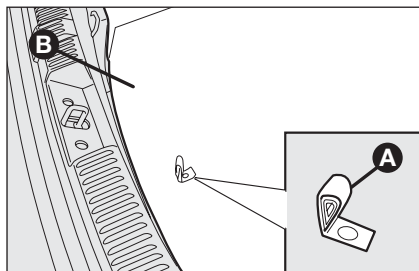

fig. 2
- engager la première vitesse ou la marche arrière; en se servant de la poignée **A-fig. 2** enlever le préformé de revêtement rigide **B**;